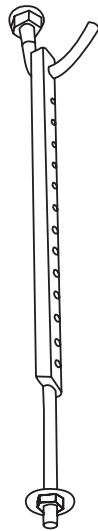

Abb. 3.4
- Montieren Sie die vier Aufhängebolzen (siehe Abb. 3.4).